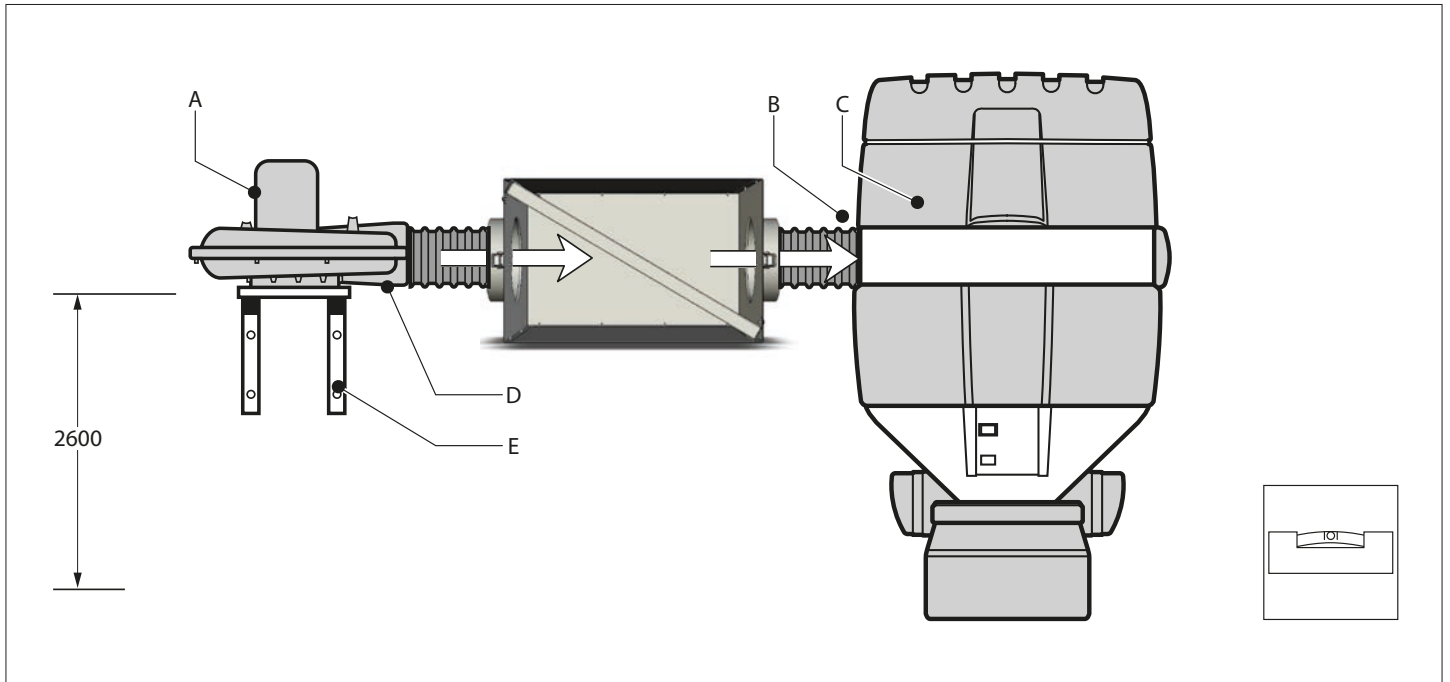
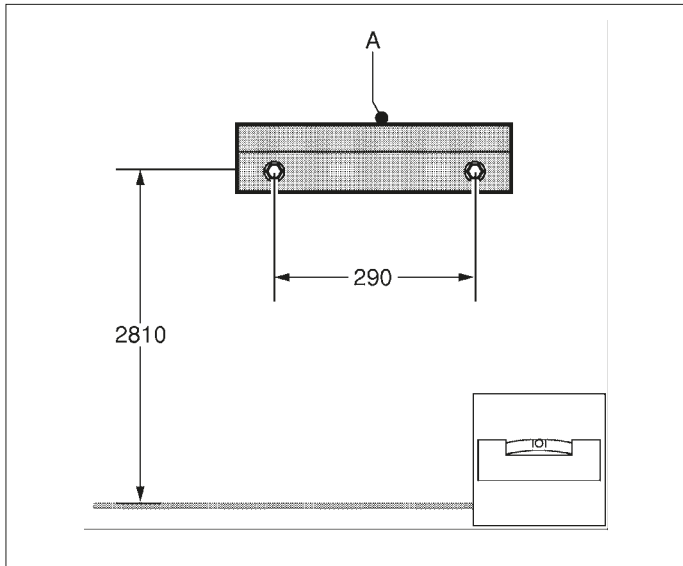

Fig. 4.1
Fig. 4.2
Montez le Statiflex 400-MS (Fig. 4.1 C) de telle façon que l'orifice d'admission (Fig. 4.1 B) se trouve aligné horizontalement sur l'orifice de sortie (Fig. 4.1 D) du ventilateur d'évacuation. Dans la configuration standard, le Statiflex 400-MS est placé à droite du ventilateur d'évacuation (Fig. 4.1 A). Voir la Fig. 4.2 pour la hauteur conseillée pour la console murale. Pour le montage des consoles murales (LMB ou TMB) (Fig. 4.1 E) et du ventilateur d'évacuation, voir les manuels correspondants.
Avant de monter les consoles murales (Fig. 4.2 A), vérifiez si le mur est assez solide. Le poids net du Statiflex 400-MS est de 85 kg (187 lbs) environ. Lors du perçage, faites attention aux tuyaux de gaz, d'eau ou de câblage électrique éventuellement présents. Ne placez pas le Statiflex 400-MS dans des endroits exposés aux vibrations ou à un rayonnement de chaleur provenant de sources de chaleur. Respectez les conditions ambiantes spécifiées plus haut.
- Montez la console murale (Fig. 4.2 A). Voir la Fig. 4.2 pour la hauteur conseillée et les diamètres de perçage. La hauteur conseillée mentionnée s'applique si le bras d'extraction est monté à 2600 mm (102.4 in.) et si le Statiflex 400-MS se trouve aligné horizontalement sur l'orifice de sortie du ventilateur d'évacuation. Assurez un espace suffisant (700 mm [27.6 in. minimum]) du côté supérieur ; en effet, lors du changement du filtre, l'enveloppe de filtre doit être démontée.